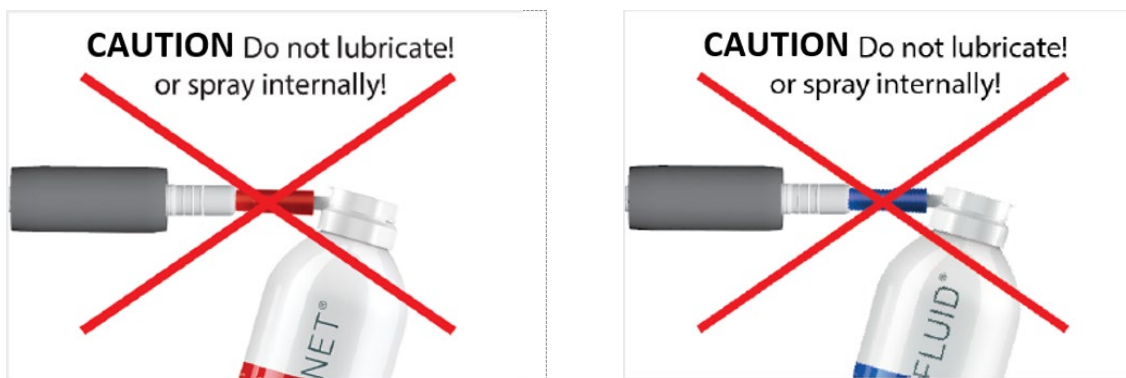

FIG 8
- V motor ne pršite maziva ali čistilne raztopine. **FIG 8**